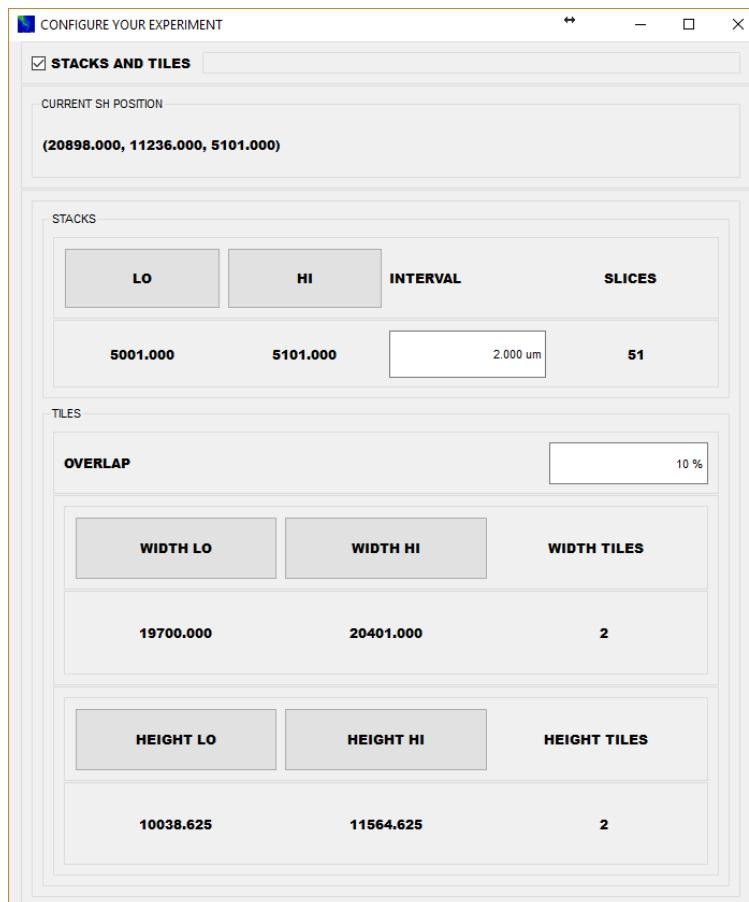

Figure 27 – Fenêtre pop-up de *CFG Experiment*
5. Une fois la valeur minimale trouvée, cliquer sur *Width LO* (voir figure 27).